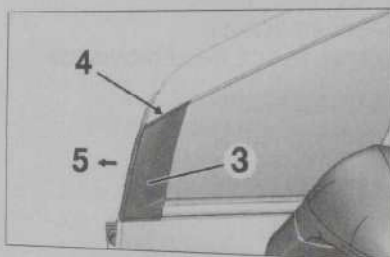

Fig. 109
- Dégrafer l'enjoliveur (3) en (4) (Fig. 109).
- Extraire l'enjoliveur (3) dans la direction (5).